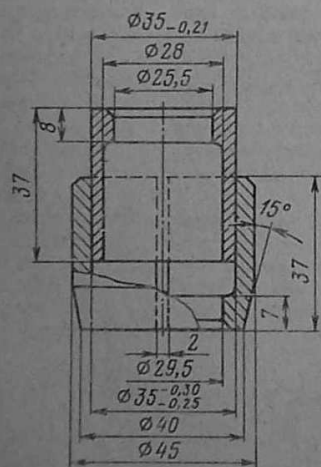

Рис. 99. Телескопическая контрольная распорная втулка
5. Вставить в картер ведущую шестерню вместе с надетой на нее телескопической контрольной втулкой (рис. 99). Установить картер на сборочное приспособление с упором торца ведущей шестерни в подставку.